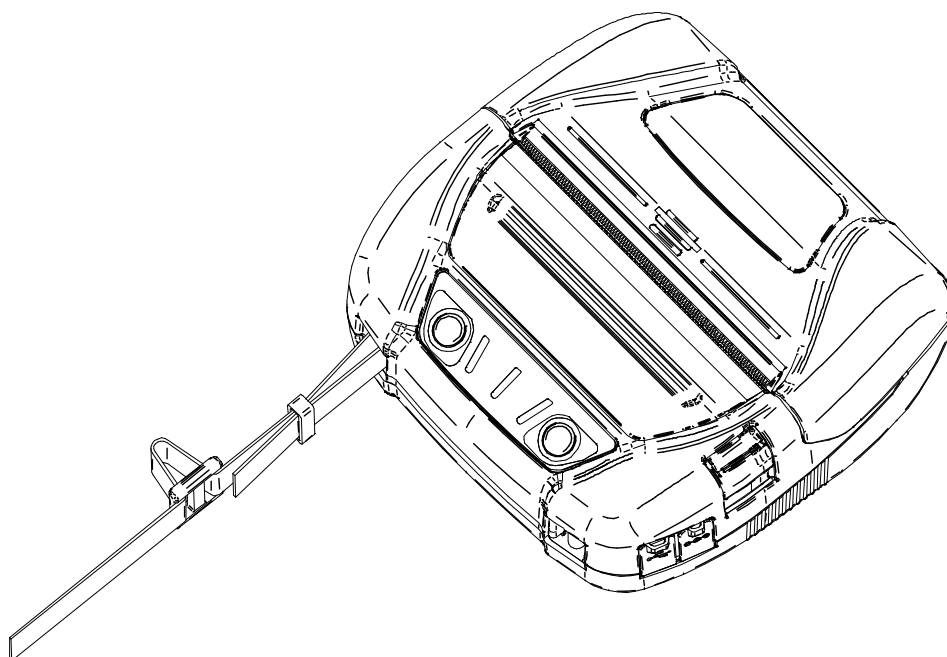

Figura 14-5 Instalação da alça de ombro (2)
- (2) Passar a ponta da alça de ombro dobrada através do anel, como mostrado na Figura 14-5.